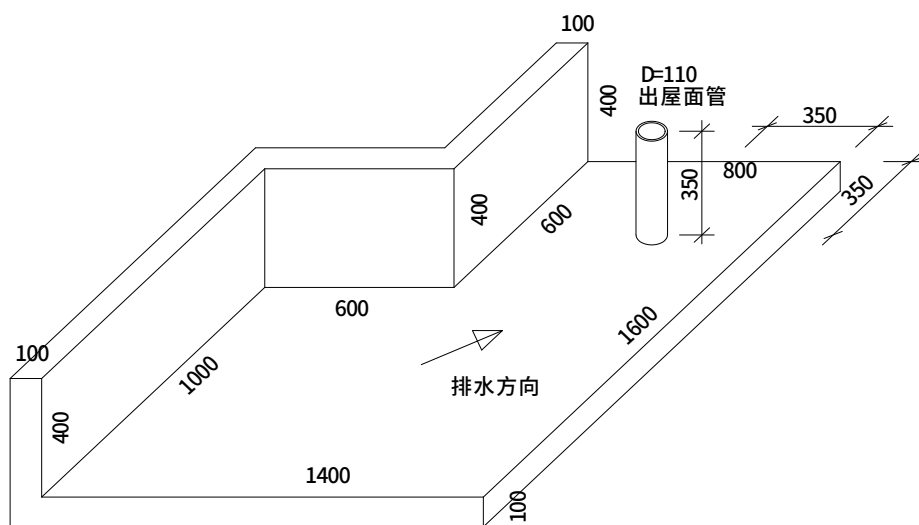

图 1 PVC 防水卷材铺贴模型
1. PVC 防水卷材模型：模拟屋面平面、女儿墙立面、水平阴角、竖向阳角、竖向阴角、出屋面管道。PVC 防水卷材模型用不小于 15mm 厚木板制成（见图 1）。图中排水坡度为示意，并非实际模型有坡度。图示中尺寸单位为 mm。